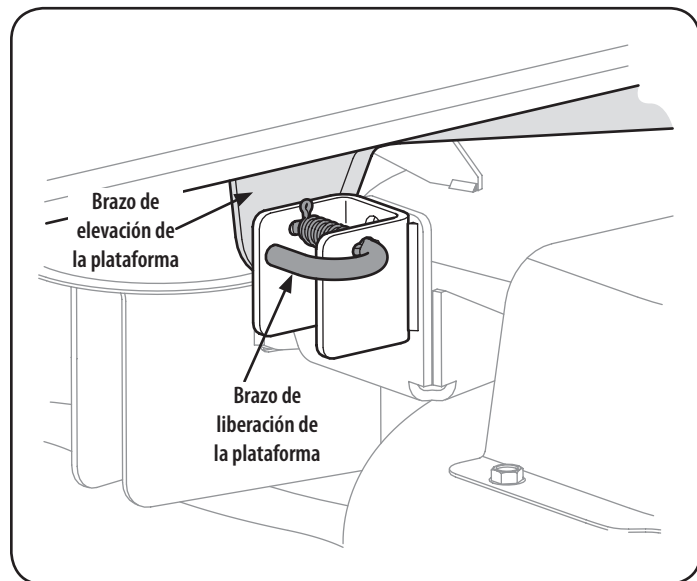

Figura 28
7. Ubique los pasadores de liberación de la plataforma del lado izquierdo y del lado derecho que se encuentran a cada lado de la plataforma. Tire de los pasadores de liberación hacia afuera y suelte la plataforma de los brazos de elevación del lado derecho e izquierdo de la plataforma. Vea la Figura 28.
4. Tire de los pasadores de liberación de la plataforma hacia afuera y ubique la plataforma según sea necesario para alinear los orificios de los brazos de elevación de la plataforma con los pasadores. Consulte la Figura 28.